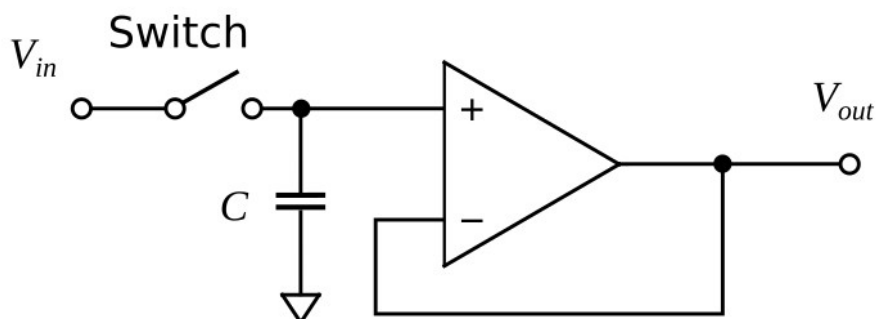

Figura 11: Circuito sample-and-hold
- *Sample and Hold*: El circuito de la figura 11 se llama *sample-and-hold*. Cuando se acciona la llave, el capacitor se carga al valor correspondiente a la tensión de entrada y la salida sigue a la entrada, este es el momento *sample* (muestreo). Al desactivar la llave el capacitor queda cargado porque el amplificador operacional tiene idealmente una impedancia de entrada infinita. A la salida se comporta como una fuente tensión con impedancia baja que copia el valor del capacitor, lo "sostiene" (*hold*). Considerar que el amplificador operacional no es ideal. ¿Qué característica no ideal es la determinante para este circuito? Busquen cuánto valen los números que caracterizan estas imperfecciones para los amplificadores operacionales LM358, TL08x y ¿Cómo limita esto el *hold time*?